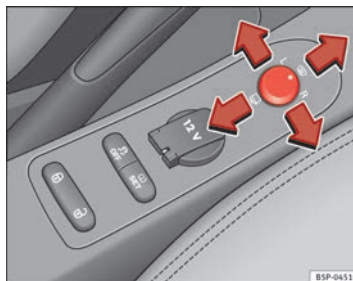

Abb. 90 Drehknopf für Außenspiegeleinstellung
1. Drehen Sie den Drehknopf ⇒ Abb. 90 zunächst in Stellung **L** (linker Außenspiegel).
- Drehen Sie den Drehknopf ⇒ Abb. 90 in Stellung , um die Außenspiegel anzuklappen. Sie sollten die Außenspiegel immer anklappen, wenn Sie eine automatische Waschanlage durchfahren, um Beschädigungen zu vermeiden.